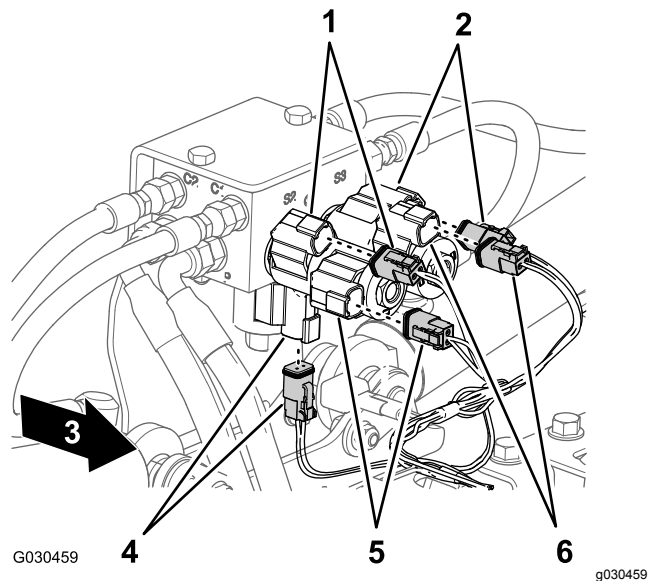

图 26
5. 在机器后部断开以下用于提升油缸阀箱的 2 插槽接头图 26 如下所示